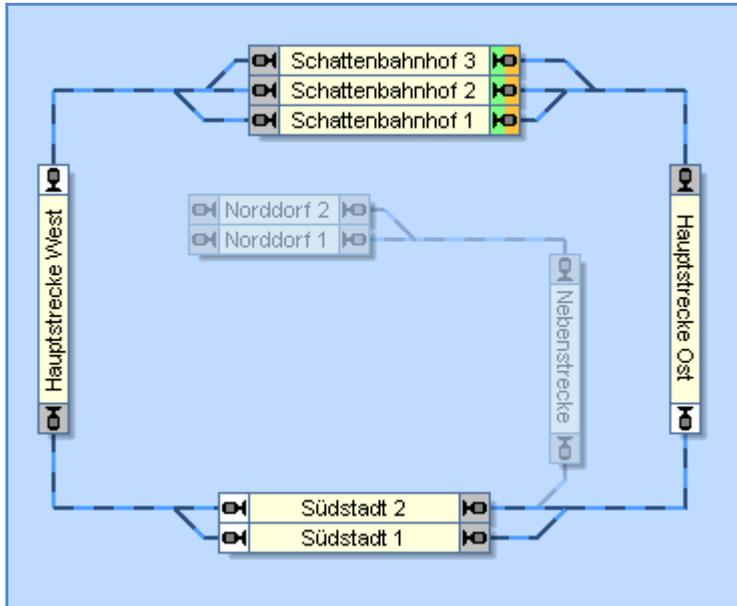

Abbildung 101: Zugfahrt mit alternativen Wegen
Abbildung 101 zeigt eine Zugfahrt für Zugsbewegungen, die in einem der drei Blöcke im „Schattenbahnhof“ beginnen, im Uhrzeigersinn die Hauptstrecke entlang führen, „Südstadt“ über einen von zwei Blöcken passieren und wieder im „Schattenbahnhof“ enden.
Weiterhin kann jede Zugfahrt in eine der beiden möglichen Richtungen, also als Hinfahrt oder Rückfahrt gestartet werden. Wenn eine Zugfahrt als Rückfahrt gestartet wird, werden die angegebenen Zielblöcke als Startblöcke verwendet und die Startblöcke werden zu Zielblöcken. Die Zugfahrt von Abbildung 101 kann durch den Start als Rückfahrt auch gegen den Uhrzeigersinn ausgeführt werden.
Die Begriffe *Start* und *Ziel* werden hauptsächlich dazu verwendet, um zu verdeutlichen, von wo nach wo Züge fahren. Der tatsächliche Startblock kann auch im Innern einer Zugfahrt liegen, falls dies gewünscht wird. In Abbildung 101 versucht der *Fahrdienstleiter* einen im „Schattenbahnhof“ befindlichen Zug zu starten. Er kann aber auch angewiesen werden, einen in „Südstadt“ wartenden Zug zu starten, falls dies gewünscht wird. Wenn Sie einen in „Südstadt“ wartenden Zug anklicken und dann die Zugfahrt mit diesem Zug starten, dann startet der Fahrdienstleiter diesen Zug, auch wenn dieser sich nicht direkt in einem Startblock der Zugfahrt befindet.
Durch Betrachtung der Abbildung 101 wird deutlich, dass es mit einer einzigen Zugfahrt und durch Auswahl einiger weniger Blöcke, Weichenstraßen und Verbindungen möglich ist, alle möglichen Zugarbeiten in beiden Richtungen auf der Hauptstrecke dieser Anlage zu beschreiben.
- Es ist beispielsweise möglich, „Südstadt 1“ als weiteren Zielblock in Abbildung 101 festzulegen. Wenn „Südstadt 1“ frei ist, kann ein Zug, der von „Hauptstrecke Ost“ kommt, „Südstadt 1“ als Ziel auswählen und dort die Zugfahrt beenden. Wenn „Südstadt 1“ nicht frei ist, wird ein Zug über „Südstadt 2“ zum „Schattenbahnhof“ weiterfahren.
Der *Fahrdienstleiter* folgt einer ausgeklügelten Strategie, wenn er einen von mehreren möglichen Wegen zum Ziel einer Zugfahrt auszuwählen hat. In Abbildung 101 beispielsweise kann der Fahrdienstleiter jeweils zwischen drei Möglichkeiten wählen, wenn sich ein Zug von links oder rechts dem „Schattenbahnhof“ nähert.
Im allgemeinen wird ein Block oder eine Weichenstraße in einer Zugfahrt freigegeben, wenn der Zug einen Block hinter diesem Block/dieser Weichenstraße erreicht hat und wenn dieser Block/diese Weichenstraße nicht mehr belegt ist. In Abbildung 101 beispielsweise wird Block „Hauptstrecke Ost“ nicht eher freigegeben, bevor ein vom „Schattenbahnhof“ kommender Zug „Südstadt“ erreicht hat. Wenn „Hauptstrecke Ost“ bei Erreichen von „Südstadt“ jedoch immer noch als belegt gemeldet wird, dann wird die Freigabe von „Hauptstrecke Ost“ noch weiter verzögert, bis die Belegtmeldung in „Hauptstrecke Ost“ erlischt.